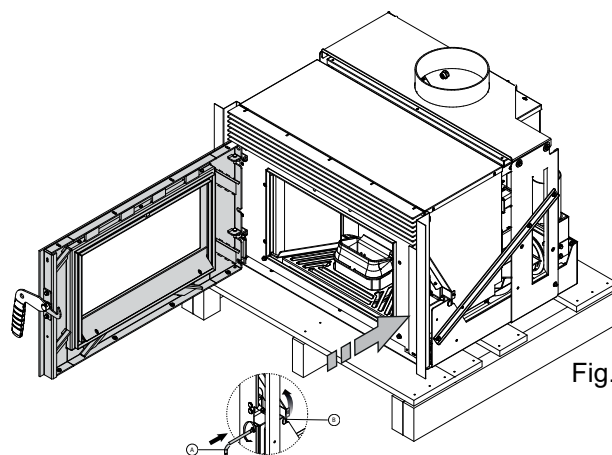
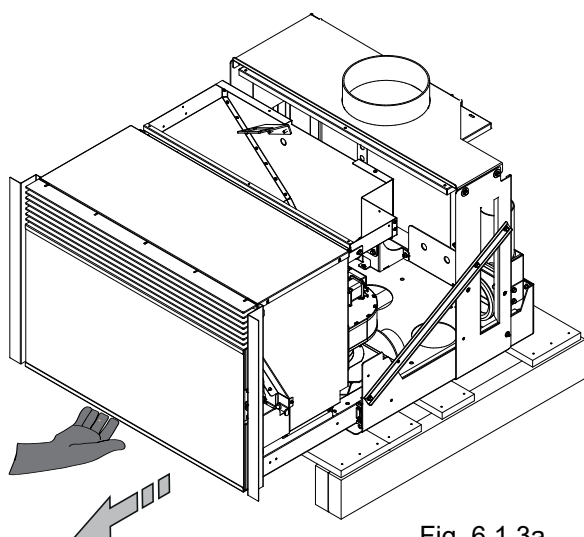

Fig. 6.1.2
Fig. 6.1.3a
4. Den Inbusschlüssel (A) in die Aufnahme des Riegels einführen; den Schließhebel im Uhrzeigersinn in Position drehen (B), um die Führungen zu blockieren (Abb. 6.1.2), die Tür schließen und die Maschine bis zum Gleitende der Führungen nach außen ziehen (Abb. 6.1.3a).